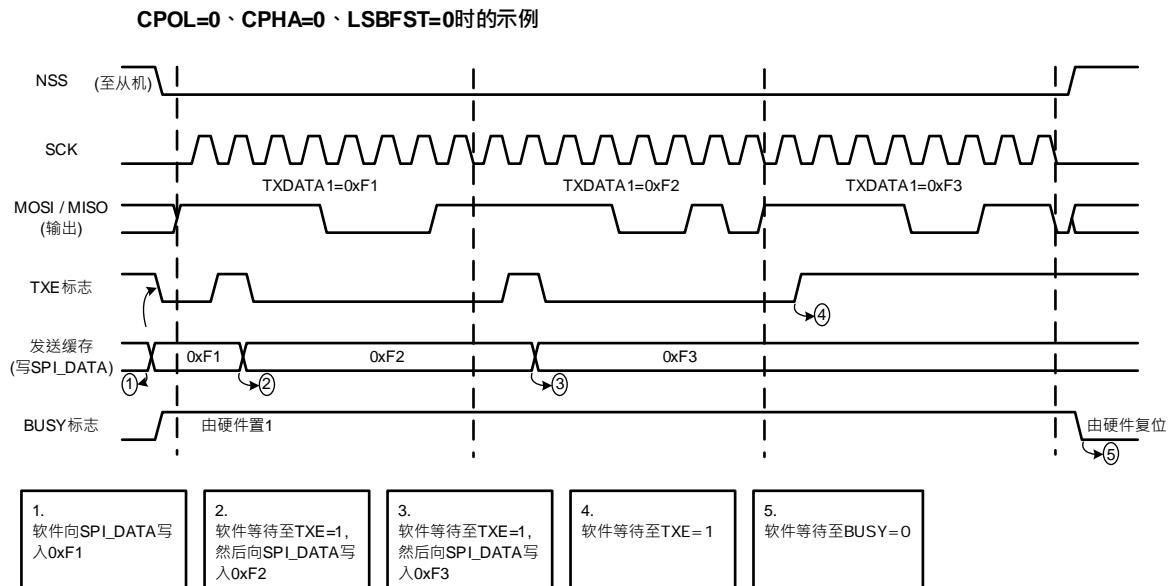

图 23-10 单工通信-只发送模式(SPI\_CON1.BIDEN=0 且 SPI\_CON1.RXO=0)的 TXE、BUSY 行为 (直接存取操作模式在连续传输的情况下)
**单工通信-只发送模式(SPI\_CON1.BIDEN=0、SPI\_CON1.RXO=0)**，发送数据的处理过程直接存取操作模式(参见图 23-10):